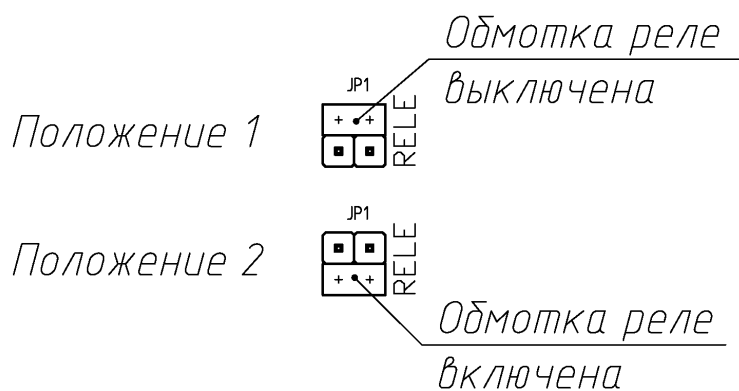
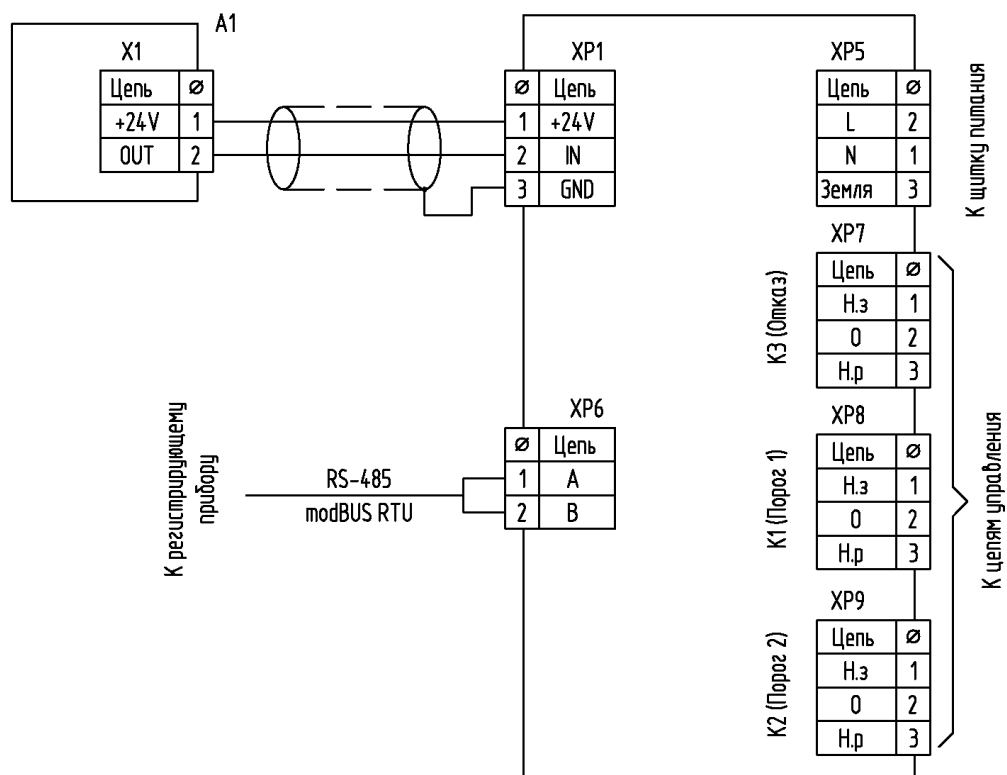

Рис.1 Общий вид БПС.
Рис.5 Схема подключения ИП (электрохимического) к БПС
Реле могут находиться в одном из состояний, выбираемом переключкой П1 (рис.1).
4.2.3.3. Преобразователь измерительный на месте эксплуатации соединяется с БПС кабелем, в качестве которого может быть использован двухжильный кабель любой марки с общим экраном и сопротивлением по каждой жиле не более 100 Ом (например, МКЭШ 2*0,35). Рекомендуемая площадь жилы кабеля - не менее 0,35 мм². Кабели в комплект поставки системы не входят, при необходимости поставляются по отдельному заказу. К одному БПС может быть подключен 1 преобразователь. Схема подключения ИП и других внешних цепей представлена на рис. 5, 6.
Подключите к клеммной колодке **ХР7, ХР8, ХР9** контрольный кабель, как обозначено на рис.1, 5, 6 **Внимание!** На рис.5, 6 состояние контактов реле показаны в выключенном положении (т.е., когда на обмотку реле напряжение не подано). Если вы используете реле в включенном состоянии (перемычка П1 в положении 2), то учитывайте это при подключении контрольного кабеля. Выведите контрольный кабель из блока БПС через другой верхний кабельный ввод и подключите к промежуточным реле шкафа автоматики или напрямую к исполнительным устройствам.
Ослабьте гайку кабельного ввода на корпусе измерительного преобразователя, проденьте свободный конец кабеля через ввод и уплотняющую втулку. Вставьте жилы кабеля в двухконтактный/трёхконтактный клеммник и закрепите винтами (см. схему подключения рис. 5, 6). **Установите перемычку на плате электрохимического ИП из транспортировочного положения W1 в рабочее положение W2 (рис. 1).** Установите крышку на корпус измерительного преобразователя и зафиксируйте винтами. Завинтите гайку кабельного ввода до упора.